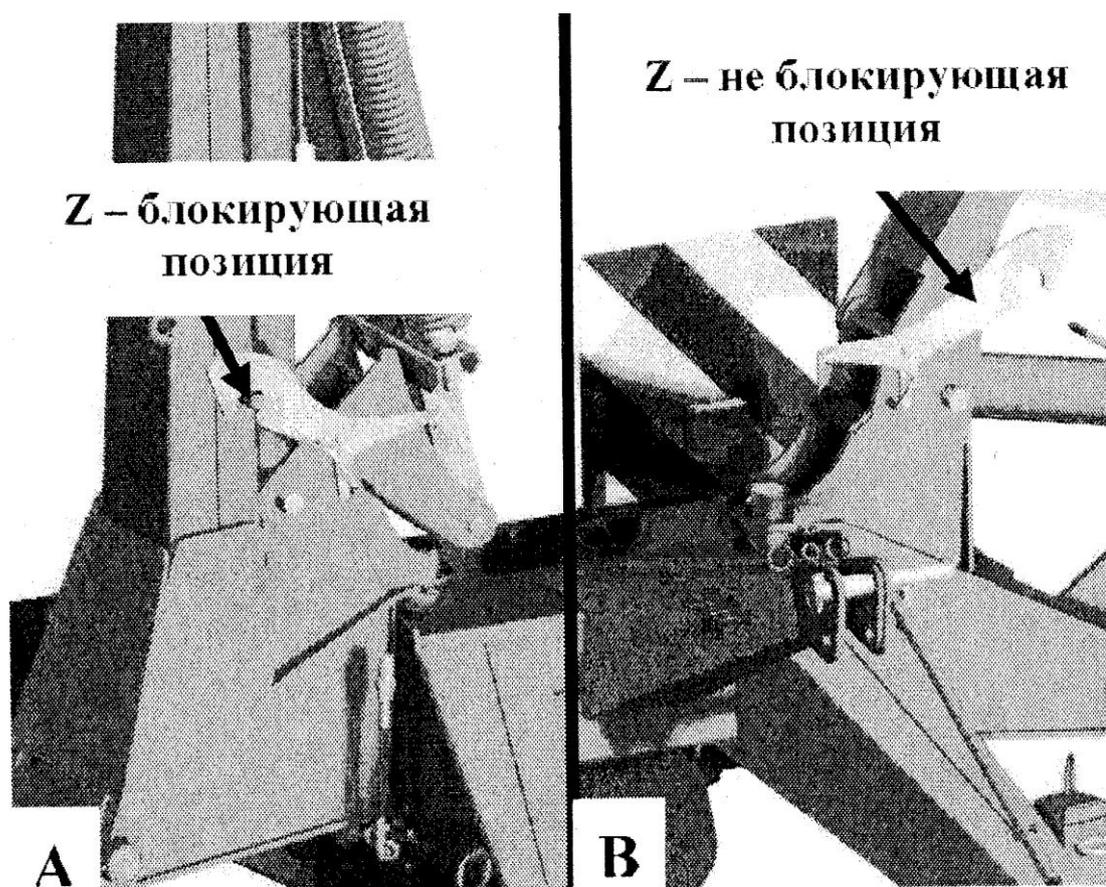

Рис. 22 Блокировка
- при помощи гидроцилиндра перевести режущий брус в вертикальное положение так, чтобы сработал механический фиксатор Z (рис. 22)
- Потянуть трос так, чтобы сработал механический фиксатор Z (рис. 22) и включить внешнюю гидросистему трактора. С помощью гидроцилиндра перевести режущий брус в горизонтальное положение.